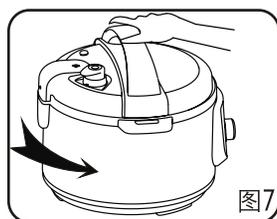
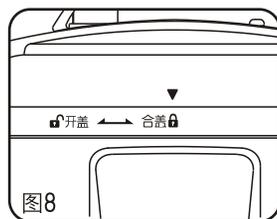

图7
图8
- 14、禁止在产品缝隙中插入金属屑、针等异物，否则会引起触电或工作异常等现象。（如图7）
- 15、煲体禁止用水冲洗和浸泡，以免发生触电和短路。（如图8）
- 2) 手握上盖手柄，上盖“▼”标识箭头对准收水圈“🔒”开盖标识位置后，将上盖放入收水圈限位边内，然后逆时针旋转，使上盖“▼”标识箭头对准收水圈合盖“🔒”标识位置，并听到扣合声。（图7、图8）